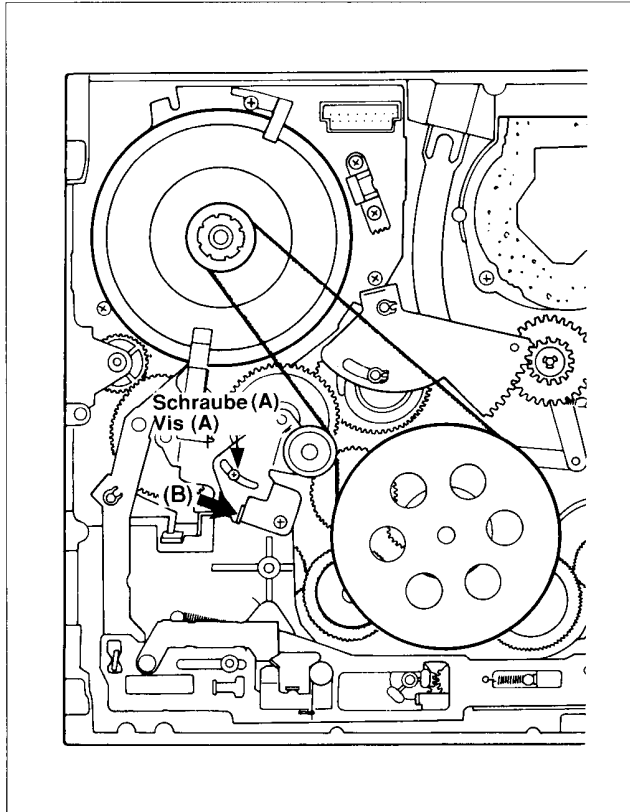

Fig. 30
1. Mit Hilfe des Schraubendrehers die Schraube (A) etwas lösen.
2. Die Federwaage in die Richtung ansetzen, die durch den Pfeil (B), Fig. 30, dargestellt ist.
3. Die Schraube (A) festziehen, wenn mit der Federwaage eine Federspannung von 40 ± 5 g erreicht ist.
1. Avec un tournevis, desserrer légèrement la vis (A).
2. Disposer le dynamomètre dans la direction indiquée par la flèche (B) tel qu'indiqué sur la Fig. 30.
3. Bloquer la vis (A) lorsque le dynamomètre indique une tension de 40 ± 5 g.